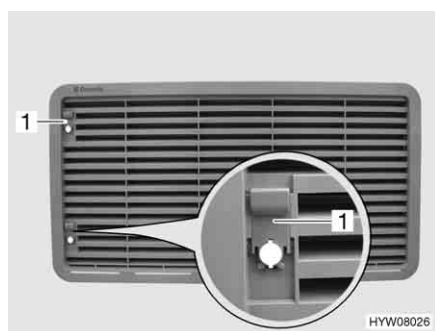

Fig. 190 Grille d'aération du réfrigérateur (avec curseur)
- Pousser le curseur (Fig. 190,1) vers le haut.